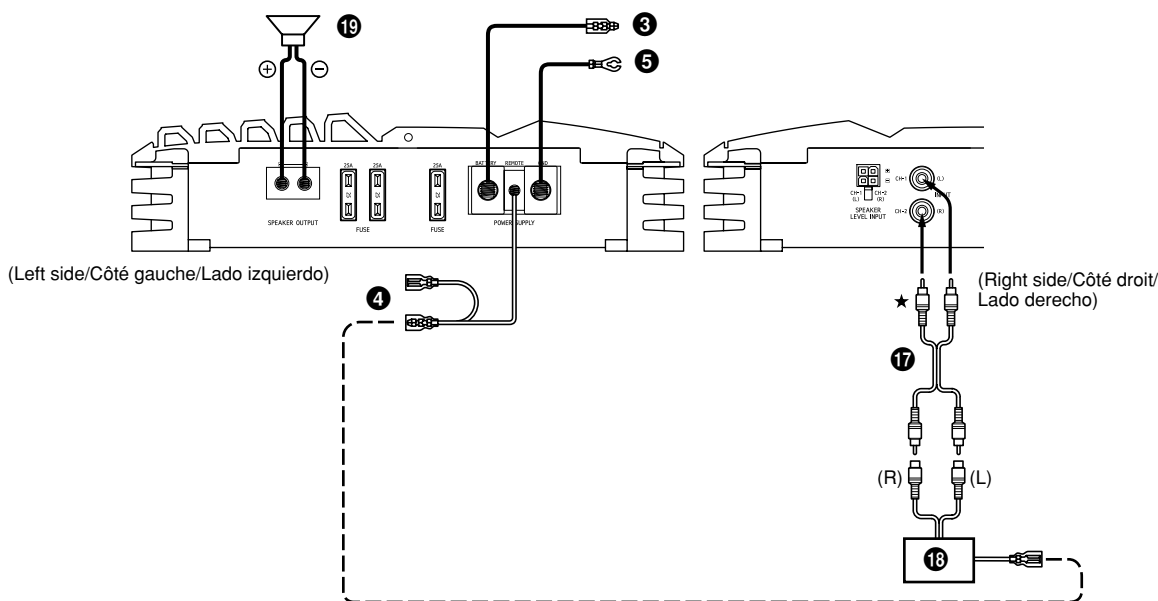

Fig. 8
- 2) The Y-Adapter is not required if a line output, stereo pair is used to drive both inputs of the bridged amp (as shown in Figure 8).
- 2) L'adaptateur Y n'est pas nécessaire si une sortie de ligne ou un couple stéréo sont utilisés pour les deux sorties de l'amplificateur ponté (voir la Fig. 8).
- 2) El adaptador-Y no es necesario si se utiliza una pareja de salida en línea/estéreo para conducir ambas entradas del amplificador puenteado (tal como se indica en la Fig. 8).